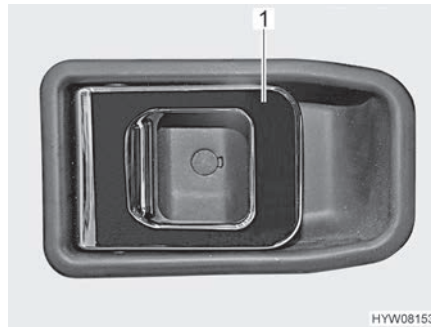

Fig. 25 Serrure de la porte (porte chauffeur, à l'intérieur)
- Ouvrir :** ■ Tirer sur la poignée (Fig. 25,1). La serrure de la porte se déverrouille et s'ouvre.
- Verrouiller :** ■ Appuyer sur la poignée (Fig. 25,1). La serrure de la porte est verrouillée.